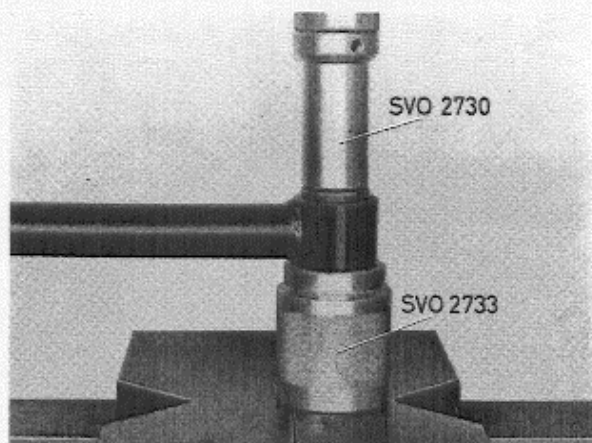
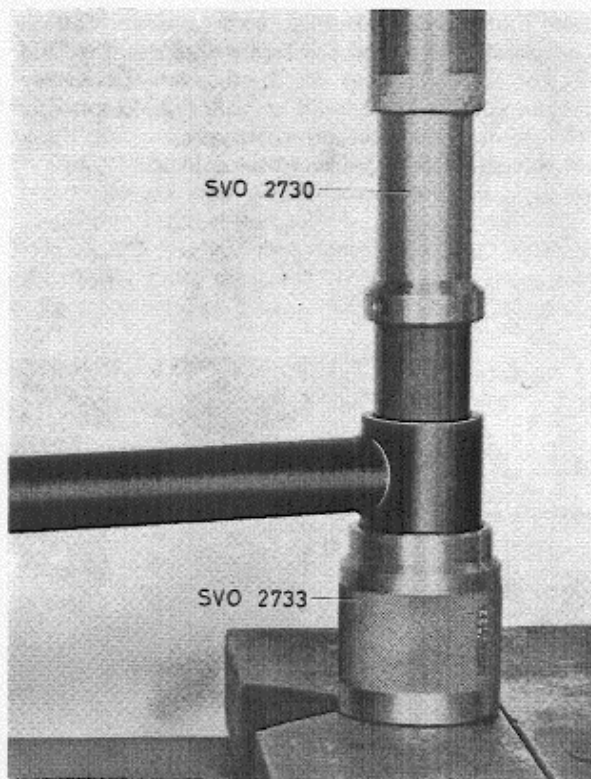

Abb. 11 Ausbau der kleineren Buchse, Panhardstange
Abb. 12 Einbau der kleineren Buchse, Panhardstange
4. Wenn nötig, die kleinere Buchse mit SVO 2730 herauspressen (Abb. 11). SVO 2733 als Gegenhalter verwenden. Das Einpressen der neuen Buchse erfolgt mit dem gleichen Werkzeug, wobei SVO 2730 umzudrehen ist (Abb. 12).